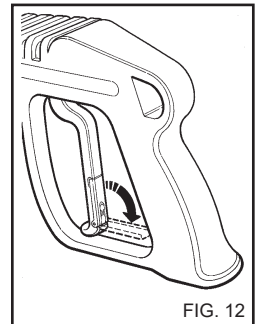

FIG. 12
- Quando l'idropultrice non viene utilizzata chiudere il dispositivo di sicurezza dell'impugnatura.(fig.12).